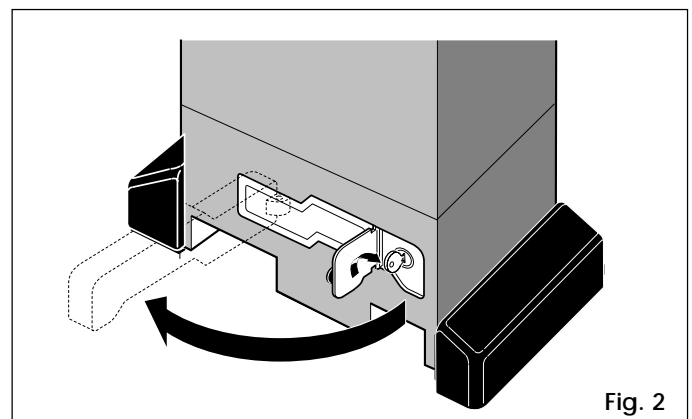

Fig. 2
- 2) Tourner la clé dans le sens des aiguilles d'une montre et tirer sur le levier de déblocage, comme indiqué Fig. 2.